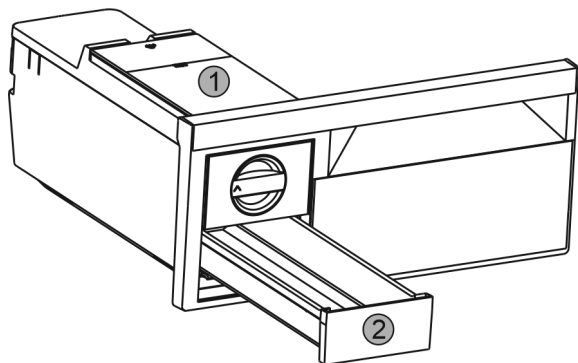

Fig. 39
- ▶ Izvadite spremnik za vodu Fig. 39 (1) i ladicu za kockice leda Fig. 39 (2).